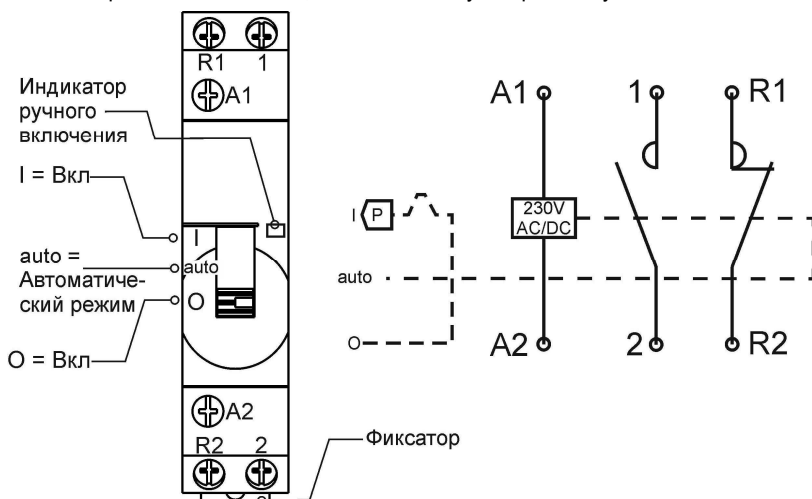

Рис. 1 Органы управления, индикации и схема электрическая
Функциональное описание органов управления и индикации показано на рис. 1
- Для установки на DIN рейку потяните фиксатор изделия вниз (см.рис.1), поместите изделие на DIN рейку и поднимите фиксатор для закрепления изделия, проконтролируйте надежность фиксации и устойчивость положения. Потяните фиксатор вниз, чтобы снять изделие.